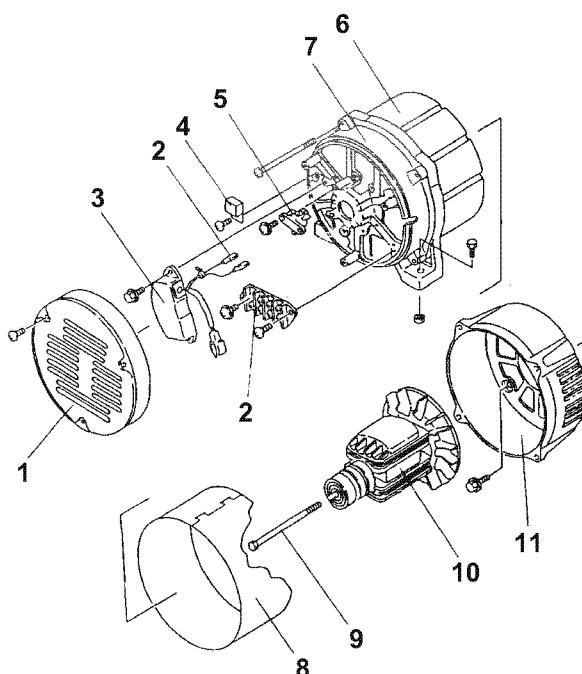

Рис. 15 Компоненты блока генератора
- Рис. 15 иллюстрирует объем и содержание работ и расположение узлов.
1. Снимите крышку (Рис. 15, (1)).
2. Отсоедините контакты (Рис. 15, (2)) всех электрических устройств.
3. Снимите AVR (Рис. 15, (3)) и выпрямитель (Рис. 15, (4)).
4. Снимите щеткодержатель (Рис. 15, (5)) и щетку.
5. Снимите статор (Рис. 15, (6)) вместе с задним корпусом (Рис. 15, (7)) и кожухом (Рис. 15, (8)).
6. Выкрутите сквозной болт (Рис. 15, (9)).
7. Снимите ротор (Рис. 15, (10)) с помощью специального инструмента.
8. Снимите передний корпус (Рис. 15, (11)).